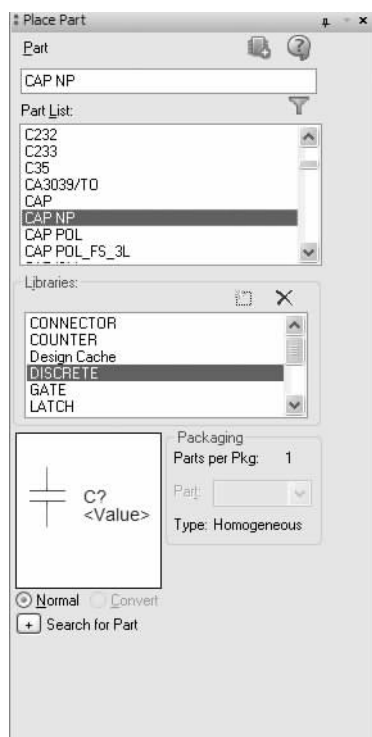
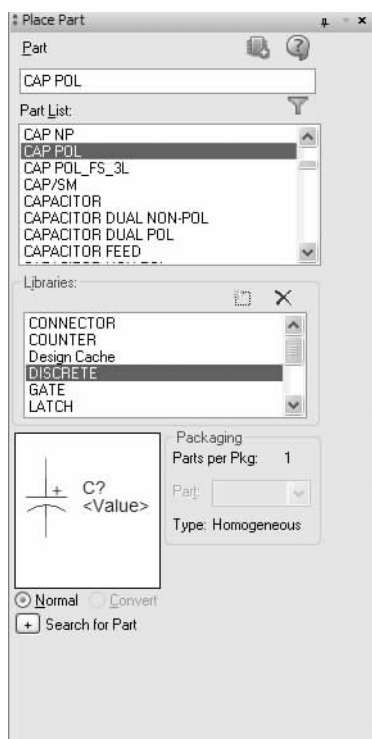
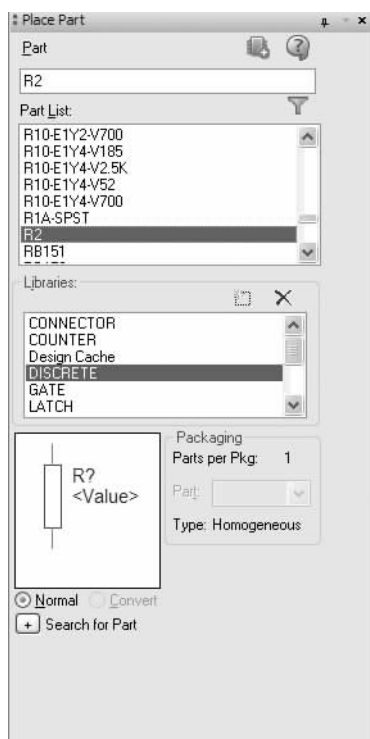
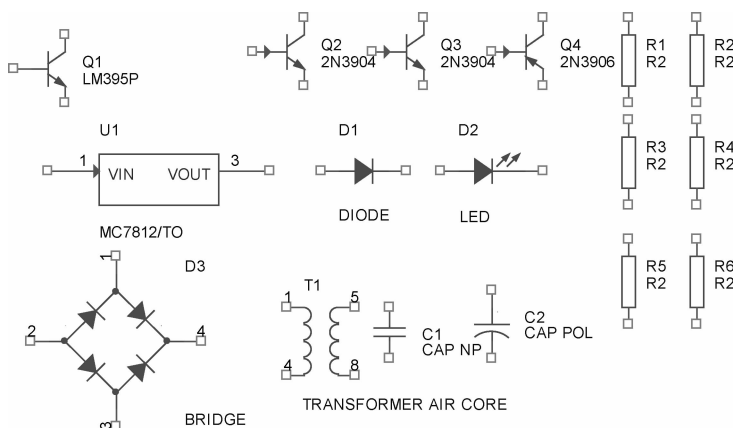

图 6-126 选择元器件 CAP NP
图 6-127 选择元器件 CAP POL
图 6-128 选择元器件 R2
图 6-129 放置元件到原理图
5) 放置电阻、电容。在“Place Part (放置元件)”面板中选择“Discrete. olb (分立式元件库)”，在元器件列表中分别选择图 6-126、图 6-127、图 6-128 电阻和电容进行放置。最终结果如图 6-129 所示。